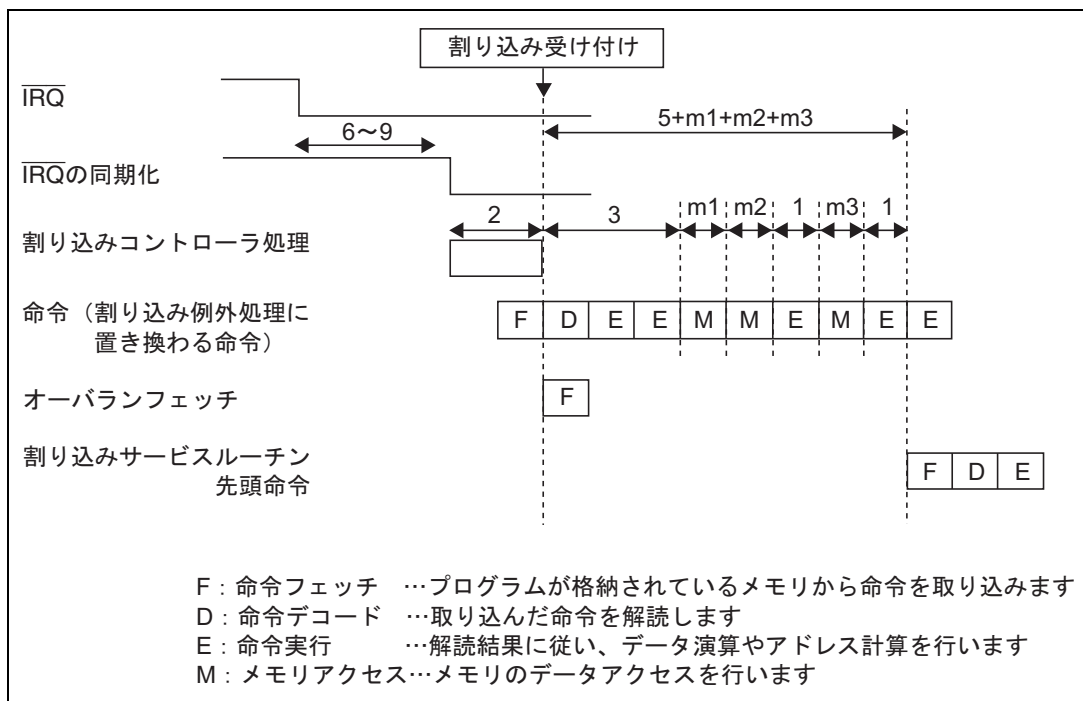

図 7.4 IRQ 割り込みを受け付けるときのパイプライン動作例
- (1) 割り込みコントローラに対して、各割り込み要求元から割り込み要求信号が送られます。
- (2) 割り込みコントローラでは、送られた割り込み要求の中から、割り込み優先レベル設定レジスタA~L (IPRA~IPRL) に従って最も優先順位の高い割り込みが選択され、それより優先順位の低い割り込みは無視*されます。このとき、同一優先順位に設定された割り込み、または同一モジュール内の割り込みが複数発生した場合は、表 7.3 に示す「デフォルト優先順位」と「IPR設定単位内の優先順位」に従って、最も優先順位の高い割り込みが選択されません。
- (3) 割り込みコントローラで選択された割り込みの優先レベルとCPUのステータスレジスタ (SR) の割り込みマスクビット (I3~I0) とが比較されます。I3~I0ビットに設定されているレベルと同じか低い優先レベルの割り込みは無視されます。I3~I0ビットのレベルより高い優先レベルの割り込みだけが受け付けられ、CPUへ割り込み要求信号が送られます。
- (4) 割り込みコントローラが割り込みを受け付けると、 $\overline{\text{IRQOUT}}$ 端子からローレベルが出力されます。
- (5) 割り込みコントローラから送られた割り込み要求は、CPUが実行しようとしている命令のデコード時に検出され、その命令の実行が割り込み例外処理に置き換えられます (図 7.4 参照)。
- (6) SRとプログラムカウンタ (PC) がスタックに退避されます。
- (7) SRのI3~I0ビットに、受け付けられた割り込みの優先レベルが書き込まれます。
- (8) 受け付けられた割り込みがレベルセンスまたは内蔵周辺モジュールからの割り込みだった場合、 $\overline{\text{IRQOUT}}$ 端子からハイレベルが出力されます。なお、受け付けた割り込みがエッジセンスだった場合は、(5)でCPUが実行しようとしていた命令を割り込み例外処理に置き換えた時点で $\overline{\text{IRQOUT}}$ 端子からハイレベルが出力されます。ただし、割り込みコントローラが受け付け中の割り込みよりレベルの高い他の割り込みを受け付けているときは、 $\overline{\text{IRQOUT}}$ 端子はローレベルのままです。
- (9) 受け付けられた割り込みに対応する例外処理ベクタテーブルから、例外サービスルーチン開始アドレスが取り出され、そのアドレスにジャンプして、プログラムの実行が開始されます。このときのジャンプは遅延分岐ではありません。
割り込み要求が発生してから、割り込み例外処理が行われ、例外サービスルーチンの先頭命令のフェッチが開始されるまでの時間（割り込み応答時間）を表 7.5 に示します。また、IRQ 割り込みを受け付けるときのパイプライン動作例を図 7.4 に示します。